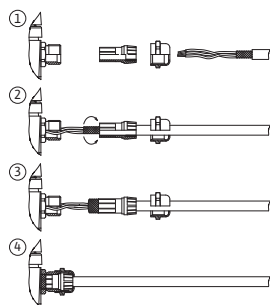

Fig. 29: Skärmlämma
Skärmen ansluts till kabelgenomföringen på elektronikmodulen. Se Fig. 29.
Kablarna till de digitala ingångarna, analoga ingångarna och busskommunikationen måste vara avskärmade via metallkabelförskruvningen till kabelgenomföringen (Fig. 21, pos. 4, 5 och 6). Avskärmning se Fig. 29.